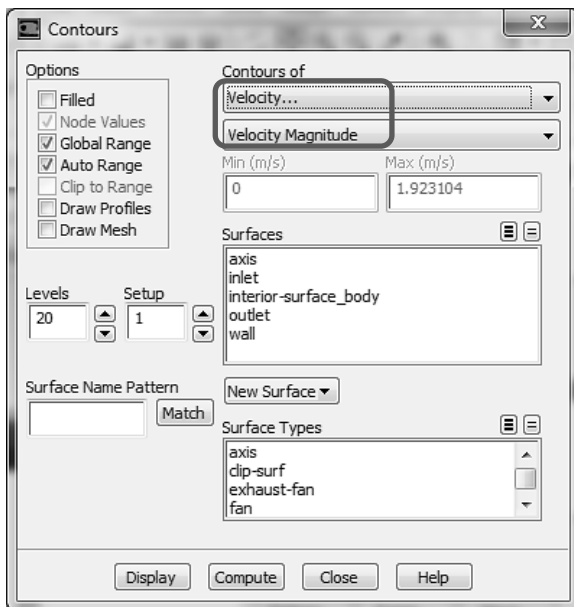

Рис. 1.62
- 3) В появившемся окне Contours в разделе Contours of выбираем Velocity и Velocity Magnitude. Жмем кнопку Display, рис. 1.62.